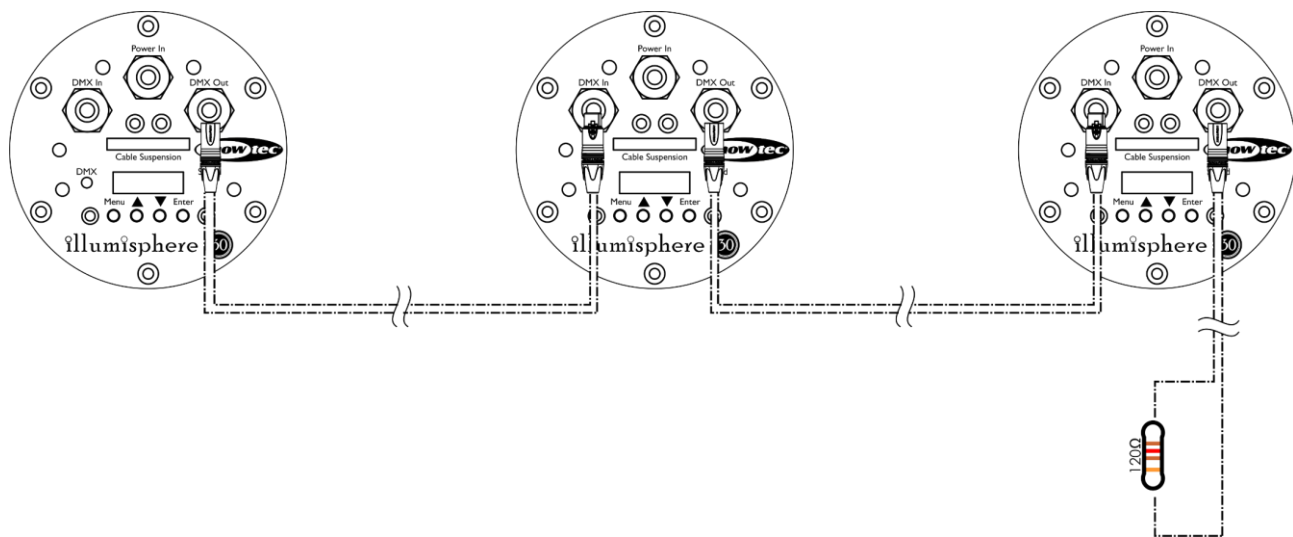

Fig. 07
- 02) Ripetere il passo 1 per collegare tutti i dispositivi come mostrato nella Fig. 07. Il primo dispositivo collegato verrà riconosciuto automaticamente come dispositivo master.